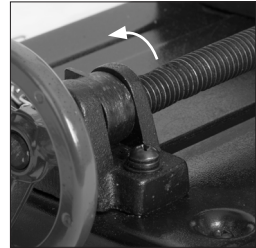

Fig. 8a
- Rote completamente la “tuerca del manguito” en la dirección contraria de las manecillas de reloj. (Fig. 8a) El tornillo que maneja el tornillo de banco ahora está “libre” para deslizarse.